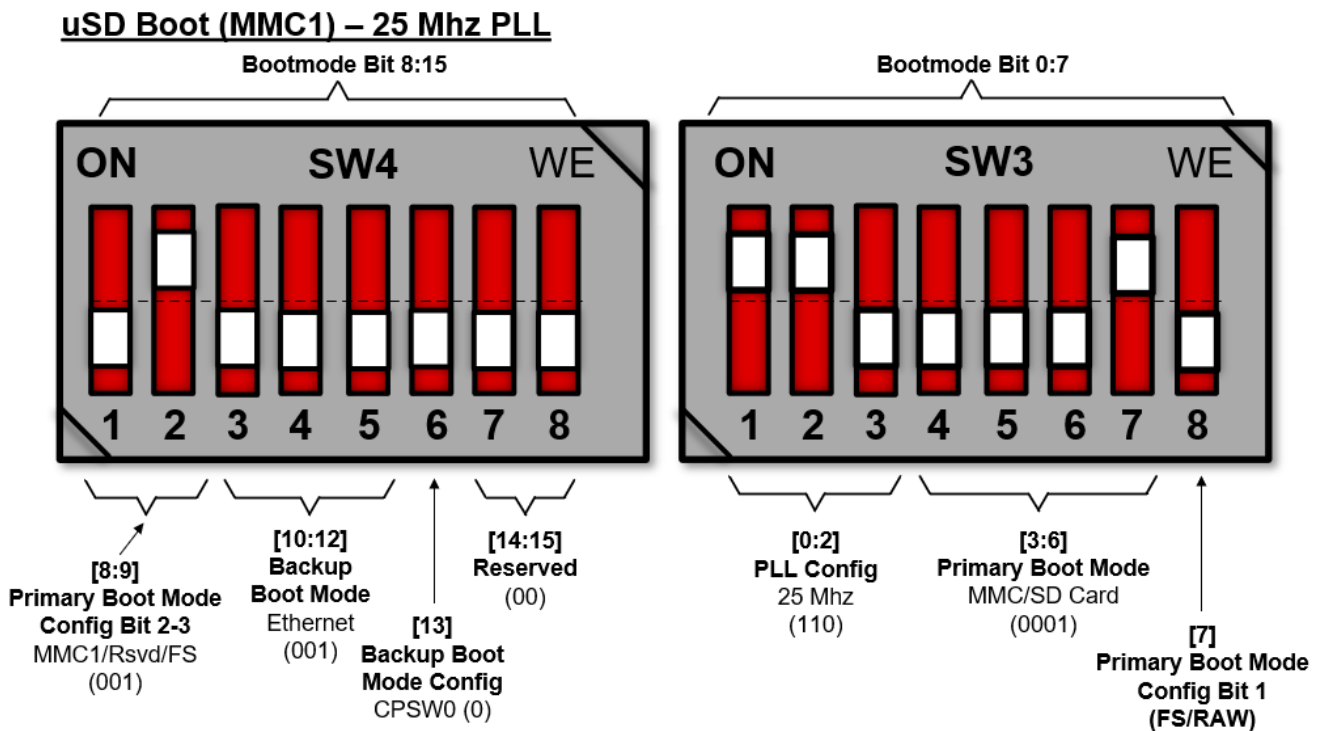

图 2-5. SD 引导模式示例
1. 将 SK EVM 引导开关选择器 (SW3、SW4) 置于所选的引导模式下。图 2-5 展示了 SD 卡的示例引导模式。